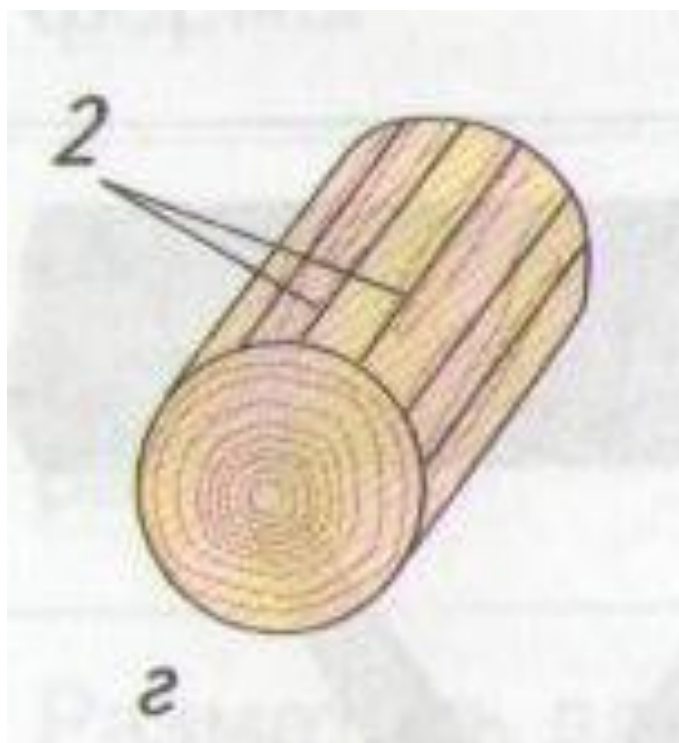

Рис. 1, г
- Для большего приближения к форме цилиндра на торцах размечают шестнадцатигранники, проводят линии разметки 2 и сострагивают грани шестнадцатигранника (рис. 1,г)